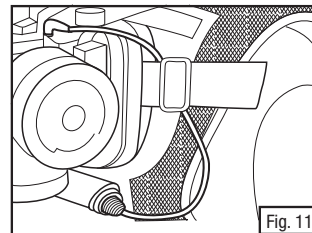

Fig. 11
10. Pase el cordón de energía entre la banda de sujeción y el chaleco hacia la bolsa para la batería. (Fig. 11).